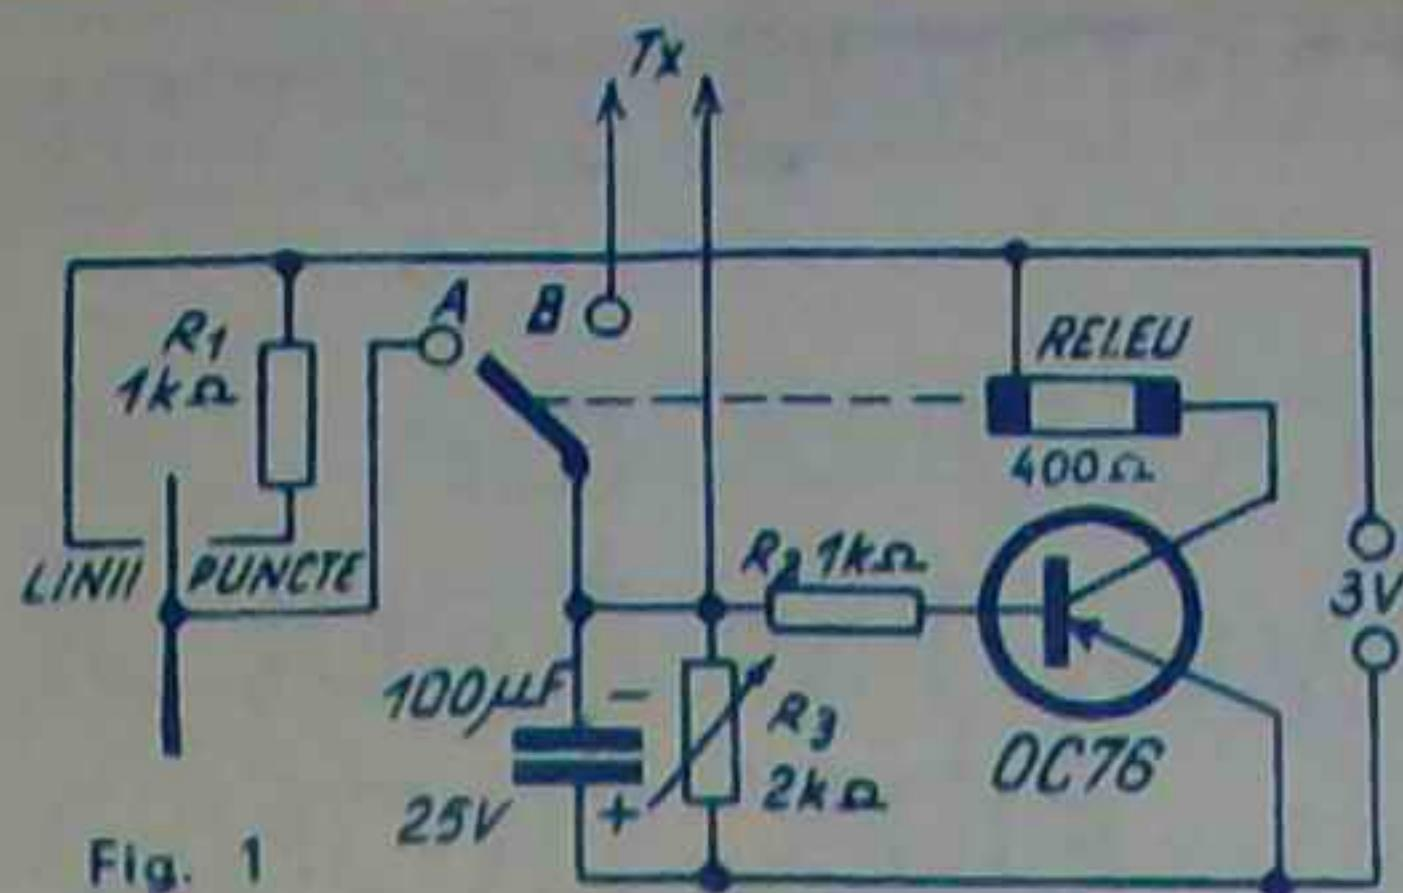

Fig. 1
intrerupător simplu, pentru extinderea gamei de viteze. Deoarece la valori mai mici de circa 300 Ohmi ale lui  $R_3$  (fig. 1), se atinge viteză inutilizabilă, iar la un moment dat releul nu mai reacționează, am prevăzut rezistență „initială”  $R_4$  de 300 Ohmi. Prin acest complex ( $R_1$ ,  $R_2$ ,  $R_3$ ,  $I$ ) am obținut o variație lată a vitezelor, o gamă suficient de largă de viteze și folosirea integrală a cursei reostatului.
**Emitătorul.** Se alege schema cea mai simplă (fig. 1). Este vorba de